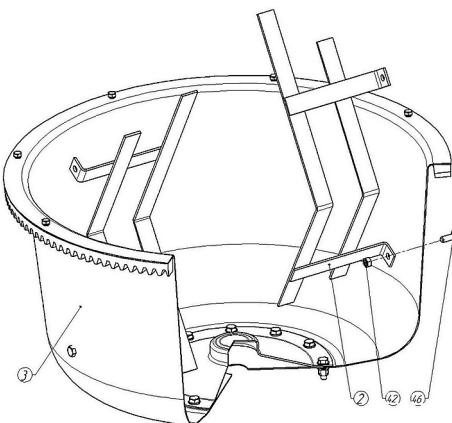

Рис. 10
6.7. Установка лопаток на нижней половине бака (рис. 10)